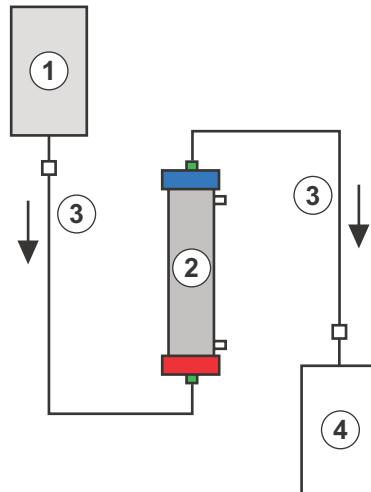

Abb. 9-11 Aufbau zum Spülen des Ultrafilters
Materialien: siehe Legende zu Abb. 9-11
- Die zweite Verbindungsleitung und den Leerbeutel, wie in Abb. 9-11 dargestellt, mit der blauen, plasmaseitigen Öffnung des Filters verbinden.